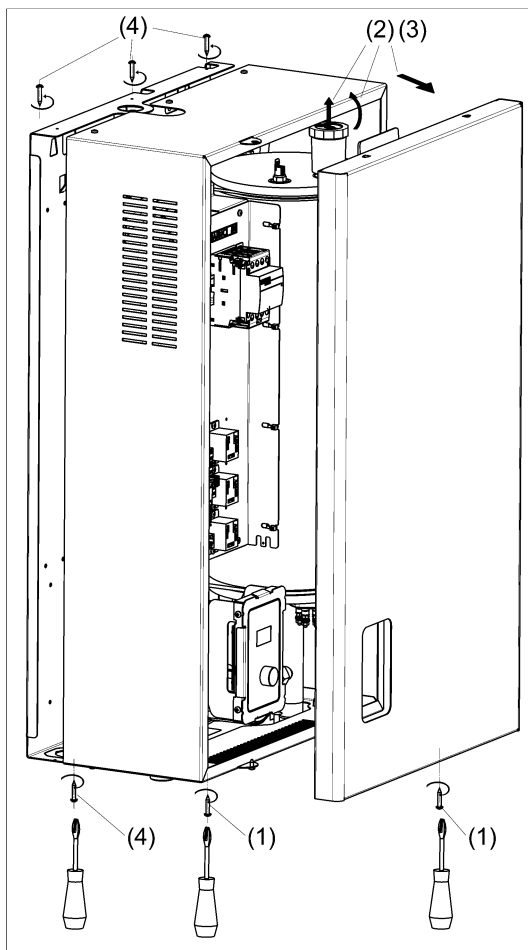

Рисунок 5. Снятие лицевой панели и кожуха
(1) Проверьте прочность стены (вертикального основания) на которую планируется установка прибора. При необходимости выполните усиление стены. Выполните разметку отверстий в стене под крепление прибора, размеры для крепления приведены в **Приложении А**.
(2) Просверлите отверстия в основании, на которые планируется крепить прибор.
(3) Снимите кожух прибора (см. рис. 5).
(4) Выполните установку и фиксацию прибора на вертикальное основание.
(5) Выполните электрическое подключение прибора к сети и электромонтаж других компонентов (3-ходовой клапан ГВС, датчики температуры и т.п) согласно **требованиям раздела 6**.
(6) Установите кожух прибора.
(1) Выверните два самореза с нижнего торца панели (см. рис. 5).
(2) Выдвиньте лицевую панель на себя и слегка приподнимите.
(3) Уберите панель в сторону в безопасное место.
(4) Выверните саморезы с нижнего и верхнего торца кожуха прибора.
(5) Снимите кожух.